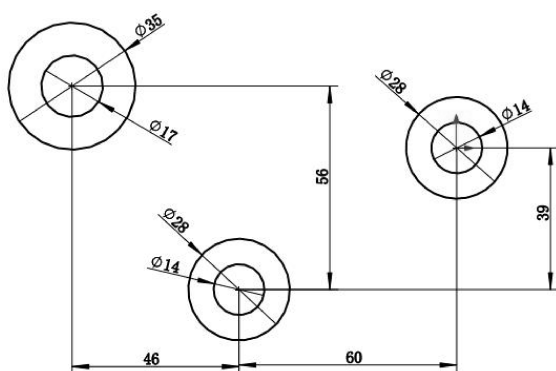

图 2-16 尺寸约束绘制的圆
- 04 单击【智能尺寸】按钮，对圆进行尺寸约束（将在后面章节详解尺寸约束的用法），结果如图 2-16 所示。